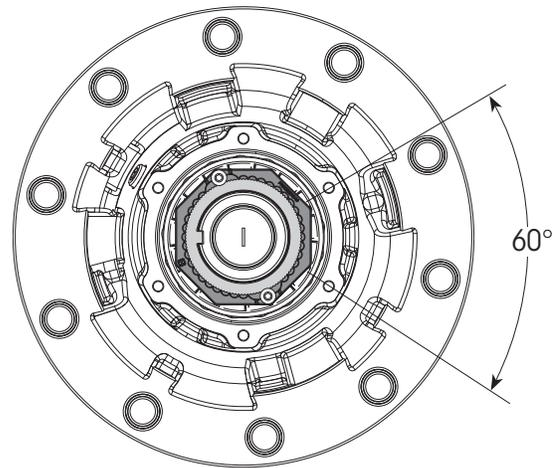

Figura 12: Regrese la tuerca 1/6 de vuelta
8. **Regrese** la tuerca 1/6 de vuelta (Figura 12, un orificio para tornillo de la tapa de maza).